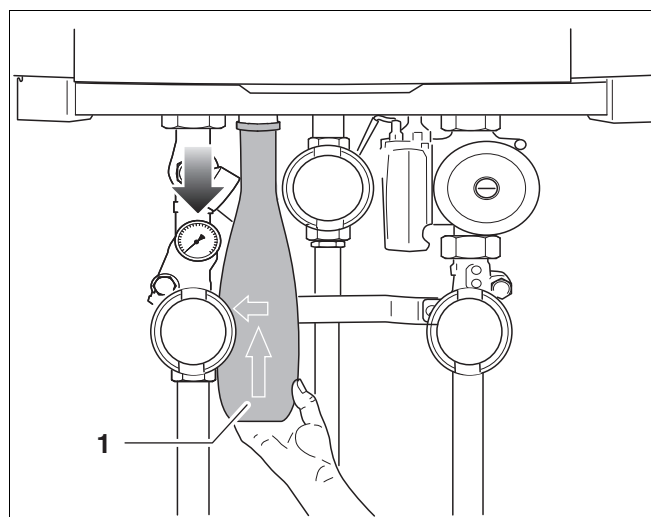

Fig. 113 Desfaceți sifonul din grupul de racord
- Desfaceți sifonul de la cuplare și acoateți-l afară (fig. 113, poz. 1).